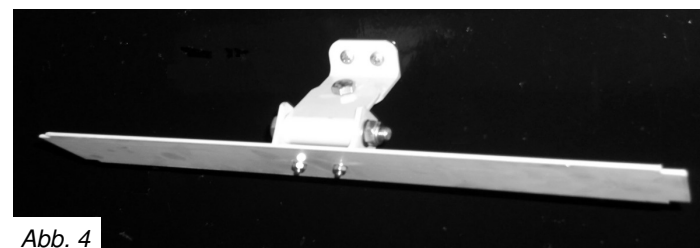

Abb. 4
4. Das Gehäuse des Heizstrahlers sollte jetzt von der Rückplatte abgezogen sein (Abb. 4) und kann während des Austauschs der Heizlampe auf eine sichere, ebene Arbeitsfläche gelegt werden.